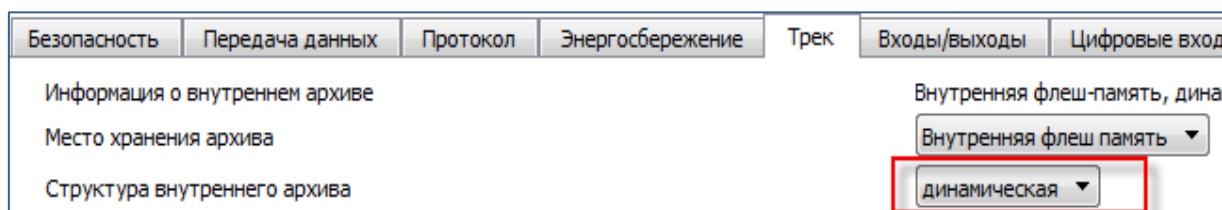

Рисунок 9. Настройка динамической структуры хранения архива
3. Перейдите на вкладку «Настройки» → «Трек» и выберите в выпадающем списке «Структура внутреннего архива» значение «динамическая» (Рис. 9);